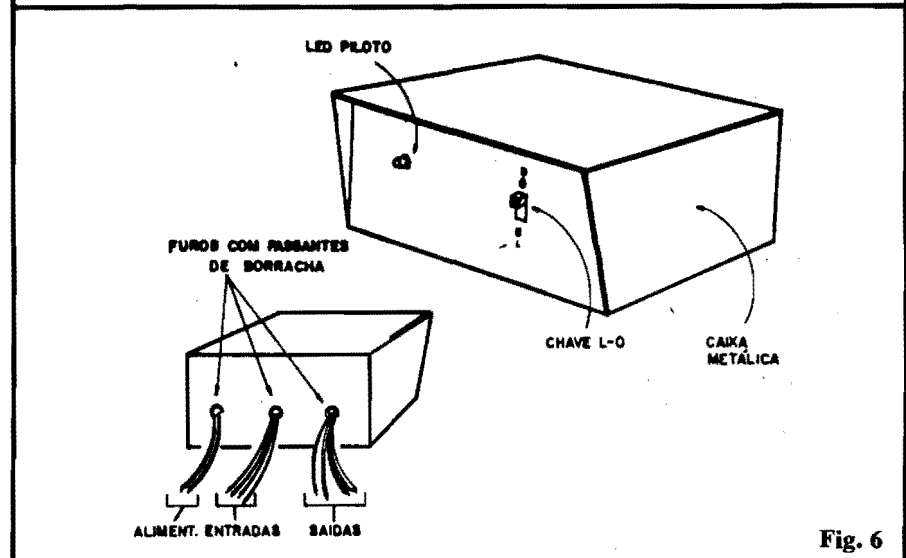

Fig. 6
– FIG. 6 – Sugestão para acabamento/caixa. Abrigar o circuito do AM-